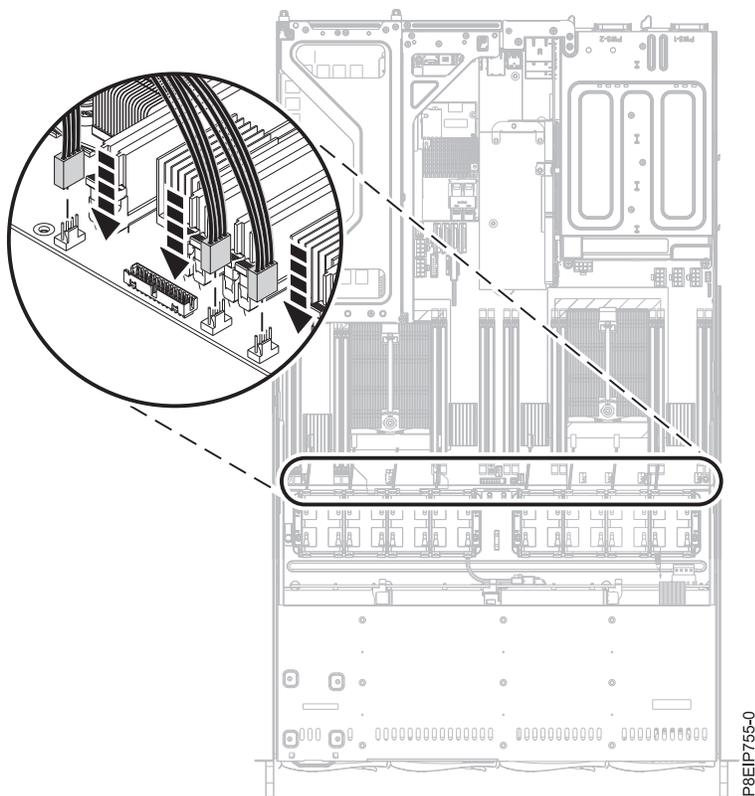

Figura 21. Substituir o plugue
4. Conecte o cabo do ventilador ao painel traseiro do sistema, conforme mostrado na Figura 21 na página 25.